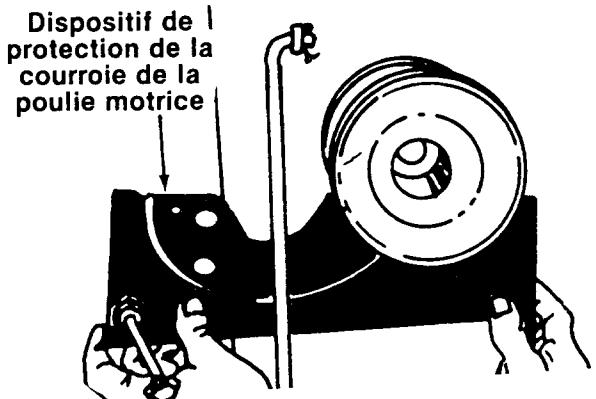

FIGURE 32
6. Enlevez le dispositif de protection de la courroie de la poulie motrice en la glissant vers l'arrière et vers la droite. Voir la figure 32.